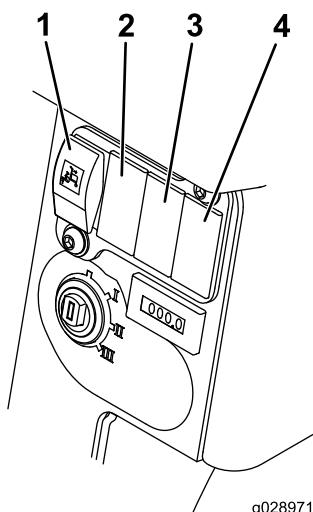

Bild 27
5. Entfernen Sie hinten an der Steuerkonsole über dem Schlüsselschalter die Schalterblenden zwischen dem automatisch begrenzten Hubschalter und den Rundumleuchtschaltern (**Bild 27**).
7. Schließen Sie den Lampenschalter und den Warnblinkanlagenschalter an, beachten Sie die Aufkleber an den Anschlüssen (**Bild 27**).